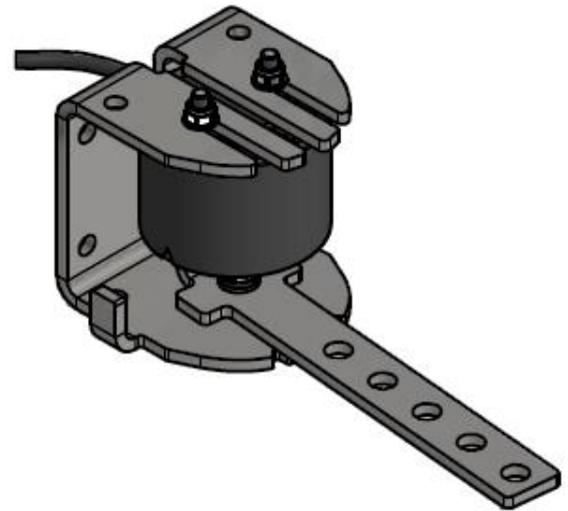

Abbildung 1 Winkelsensor in Bügel montiert
*In einem Pfluglenkset ist der Winkelsensor bei Lieferung bereits standardmäßig in einem Winkelsensorbügel montiert (Abbildung 1).*